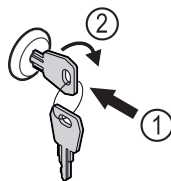

Fig. 169
- ▶ Vajutage võti sisse. Fig. 169 (1)
- ▶ Keerake võtit 90° päripäeva. Fig. 169 (2)